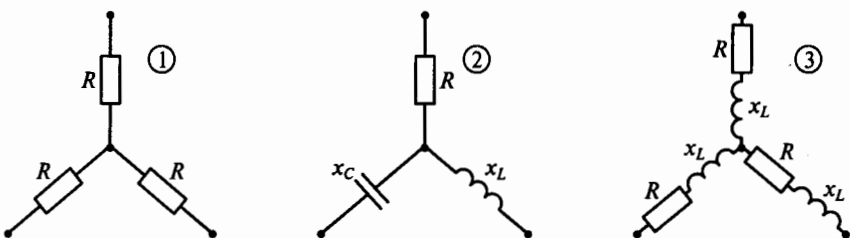

Рис. 135
**3.131.** В какой из трех схем, показанных на рис. 135, нагрузка является несимметричной?